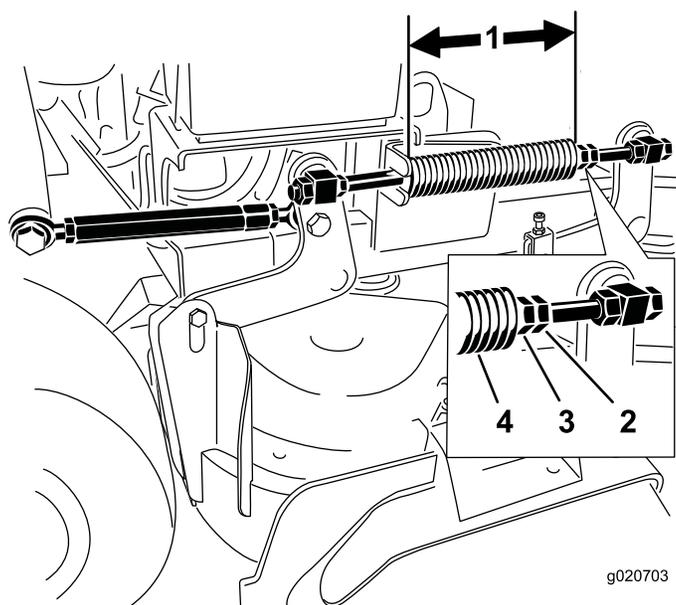

Figura 84
Nota: La longitud nominal es de 28.2 cm (11 $\frac{1}{8}$ ") para carcasas de corte de 91 cm (36") (Figura 84).
3. Ajuste esta distancia aflojando la contratuerca elástica y girando la tuerca que está delante de cada muelle (Figura 84).
4. Fije la tuerca en la posición deseada apretando la contratuerca elástica (Figura 84).